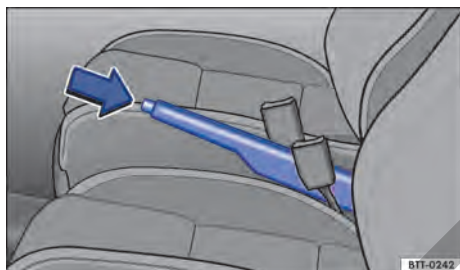

Fig. 109 Entre los asientos delanteros: palanca del freno de estacionamiento.
- Tirar de la palanca del freno de mano hacia arriba con la tecla de bloqueo presionada → **fig. 109** (flecha).
- Tirar de la palanca del freno de mano un poco hacia arriba y presionar la tecla de bloqueo → **fig. 109** (flecha).